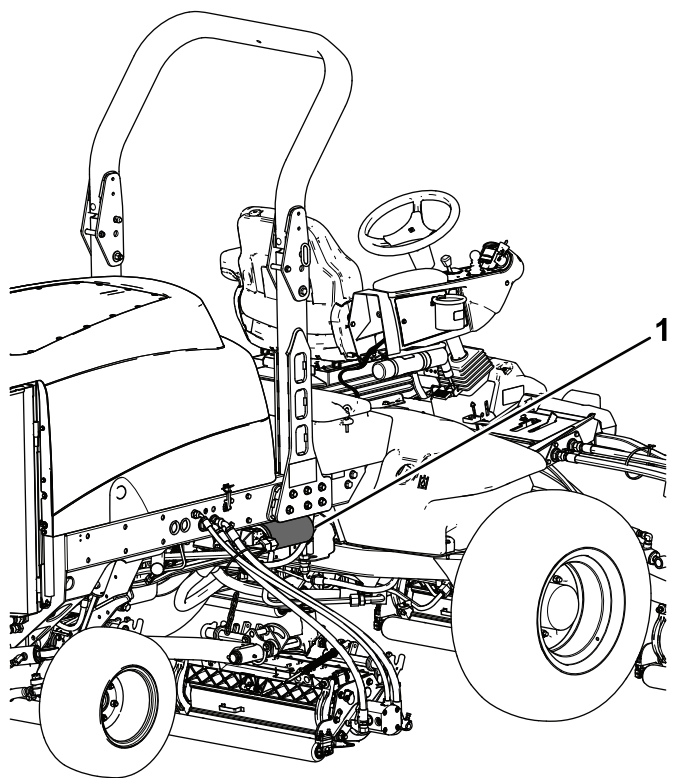

图 82
3. 在过滤器下面放置一个放油盘并拆下过滤器 图 81 和 图 82。